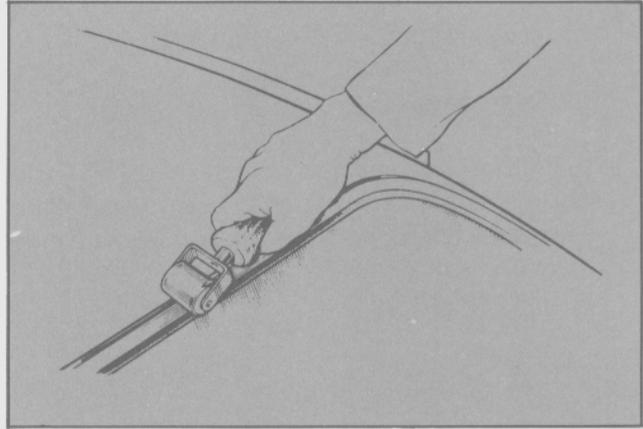

Fig. 46 - Presionando la moldura exterior.
- Luego presionar la moldura exterior con el rodillo de la herramienta especial T84G-42084-BAS, hasta que quede totalmente introducida en su alojamiento. (Fig. 46).